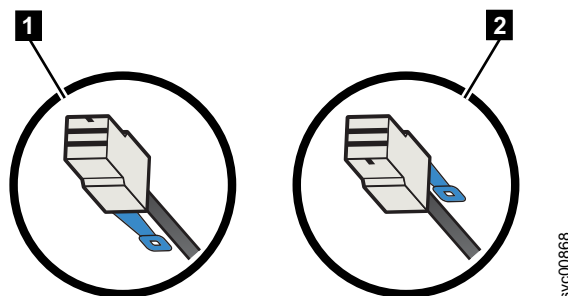

Рисунок 42. Ориентация штекера кабеля SAS
- При подключении корпуса расширения синий язычок должен быть ниже кабеля ( **1** на рис. 42).
- При подключении 2145-SV1 синий язычок должен быть выше разъема ( **2** на рис. 42).